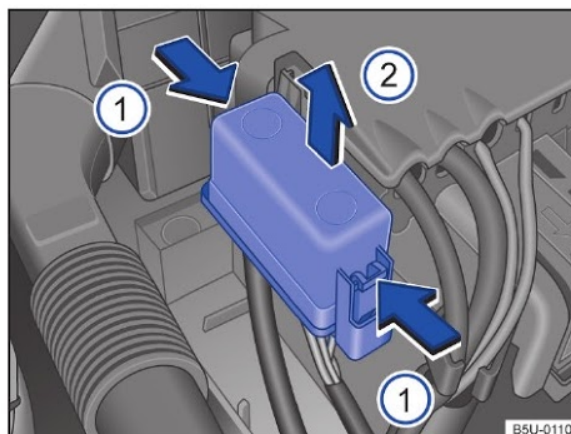

Fig. 118 No compartimento do motor: cobertura da caixa de fusíveis.
- Pressionar as travas no sentido da seta → Fig. 118 ①, para destravar a cobertura da caixa de fusíveis. ▶
- Remover a cobertura por cima, no sentido da seta ②.
- Para a **instalação**, colocar a cobertura sobre a caixa de fusíveis. Pressionar a cobertura para baixo, no sentido contrário da seta ②, até que trave de forma audível.